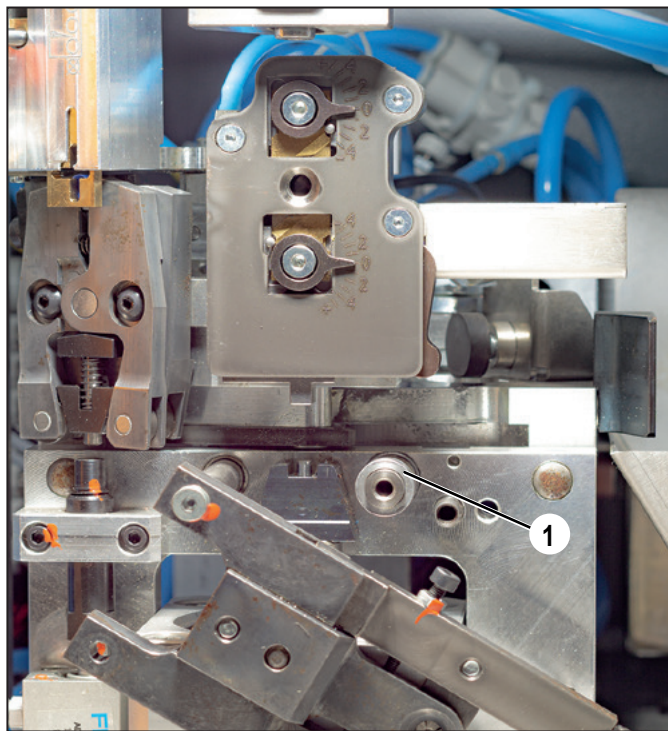

Bild 7.5 Litzenfixiereinheit demontiert
Achten Sie darauf, dass der Distanzring (Bild 7.5, 1), der auf der rechten Welle sitzt, nicht verlorengeht.
- ▶ Prüfen Sie, ob die Laufrollen (1) am Crimpwerkzeug leichtgängig sind.
- ▶ Prüfen Sie, ob die Laufrollen (2) an der Hülsenhalterzange leichtgängig sind.
- ▶ Ölen Sie den Führungsstift (3) der Hülsenhalteeinheit.
- ▶ Ölen Sie die seitlichen Laufflächen (4) der Hülsenhalteeinheit.
- ▶ Setzen Sie die Litzenfixiereinheit wieder ein und achten Sie darauf, dass der Distanzring (Bild 7.5, 1) auf der rechten Welle sitzt.